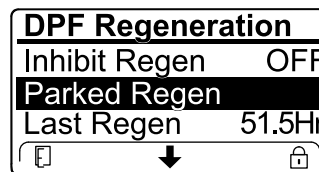

図 49
- エンジンコンピュータがリカバリ再生を要求している、またはリカバリ再生の処理中である時には、駐車再生 PARKED REGEN を選択することはできません。駐車再生はロックされ、施錠アイコン 図 49 がインフォセンターの右下に表示されます。